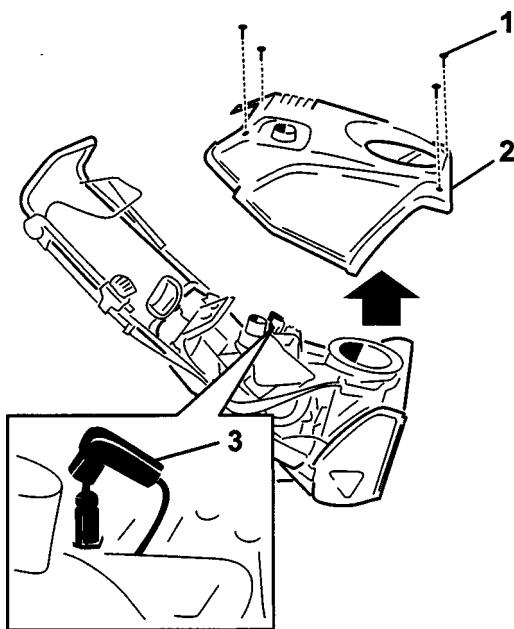

Рисунок 29
6. Снимите крышку корпуса (Рис. 29)